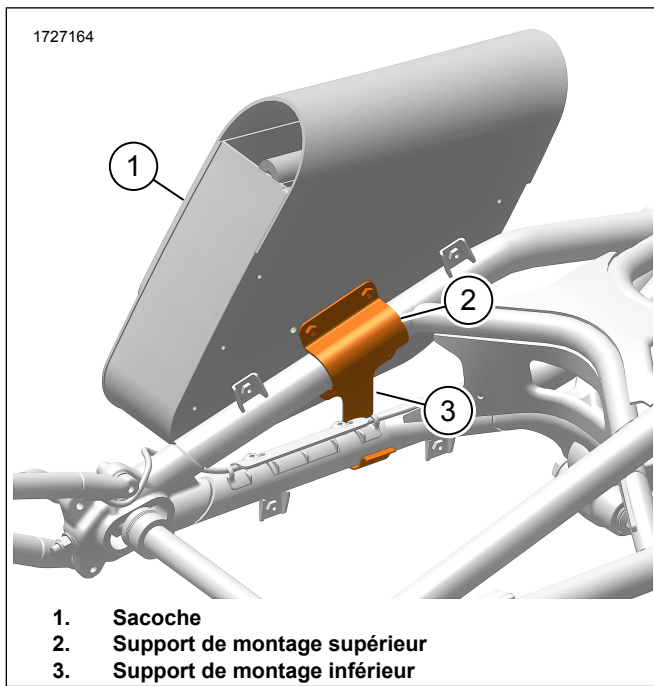

Figure 3. Montage de la sacoche
1. Voir la Figure 3. Positionnez les supports de montage supérieurs et inférieurs (2, 3) sur le bras oscillant.